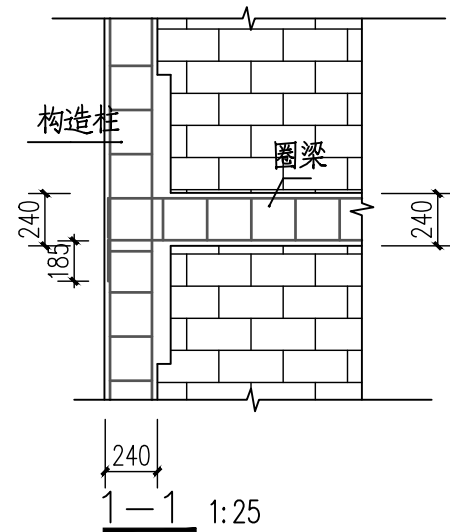

图6.9 圈梁搭接构造
6.6 圈梁由于楼面高差或设置洞口被截断且上、下圈梁高差不大于300时，可按图6.9的要求施工，当上、下圈梁高差大于300时？